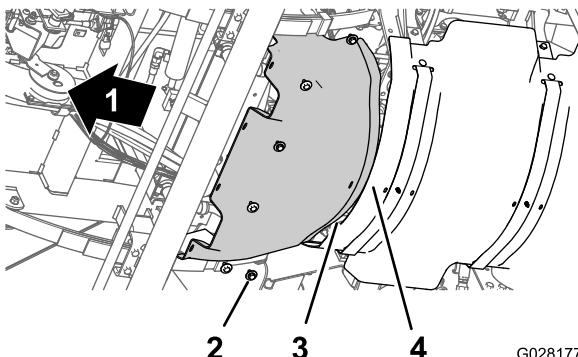

Figura 66
1. Alinee la brida trasera del protector térmico delantero sobre la brida delantera del protector térmico trasero (Figura 66).
2. Alinee los taladros del protector térmico delantero con los taladros roscados del chasis (Figura 66).
3. Monte el protector térmico delantero en la máquina con los seis pernos de cabeza hexagonal y las seis arandelas (Figura 66) que